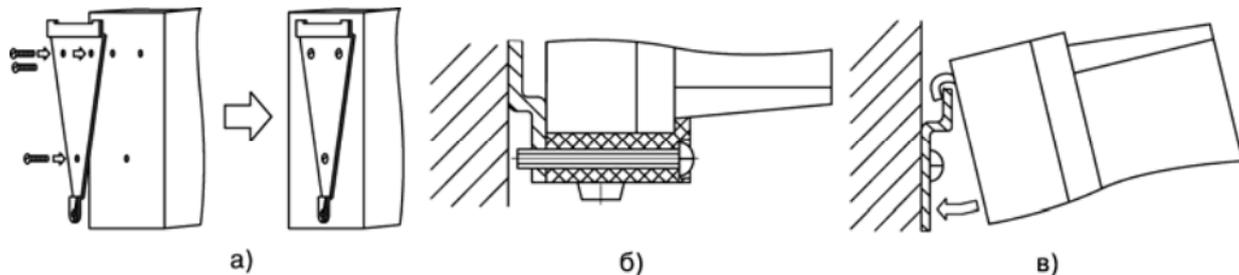

Рисунок 5.1
- 1) Закрепить кронштейн тремя винтами (в комплект поставки не входят) М4 на поверхности, предназначенной для установки прибора (см. приложение Д и рисунок 5.1, а).
- 2) Зацепить крепежный уголок на задней стенке прибора за верхнюю кромку кронштейна (рисунок 5.1, б)
- 3) Прикрепить прибор к кронштейну винтом М4х35 из комплекта поставки (рисунок 5.1, в).